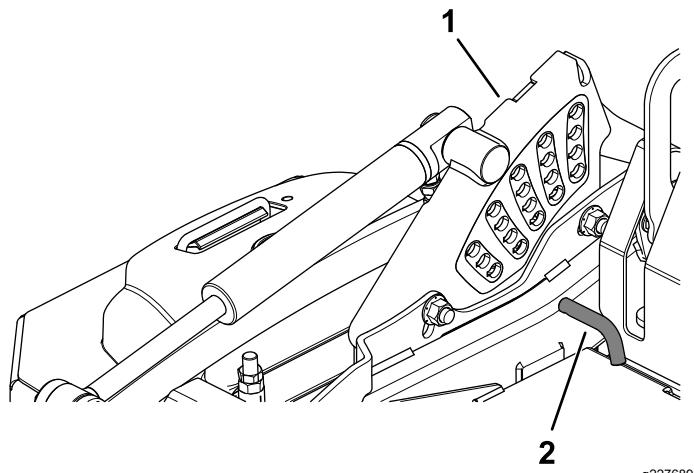

Figura 25
2. Gire el pasador de altura de corte hasta que el pasador cilíndrico que contiene quede alineado con la ranura del orificio del soporte de altura de corte, y retire el pasador (Figura 25).
3. Introduzca el pasador de altura de corte en el orificio que corresponde a la altura de corte deseada (Figura 25).
- Consulte las alturas marcadas en la pegatina situada en la placa de ajuste de altura (Figura 25).